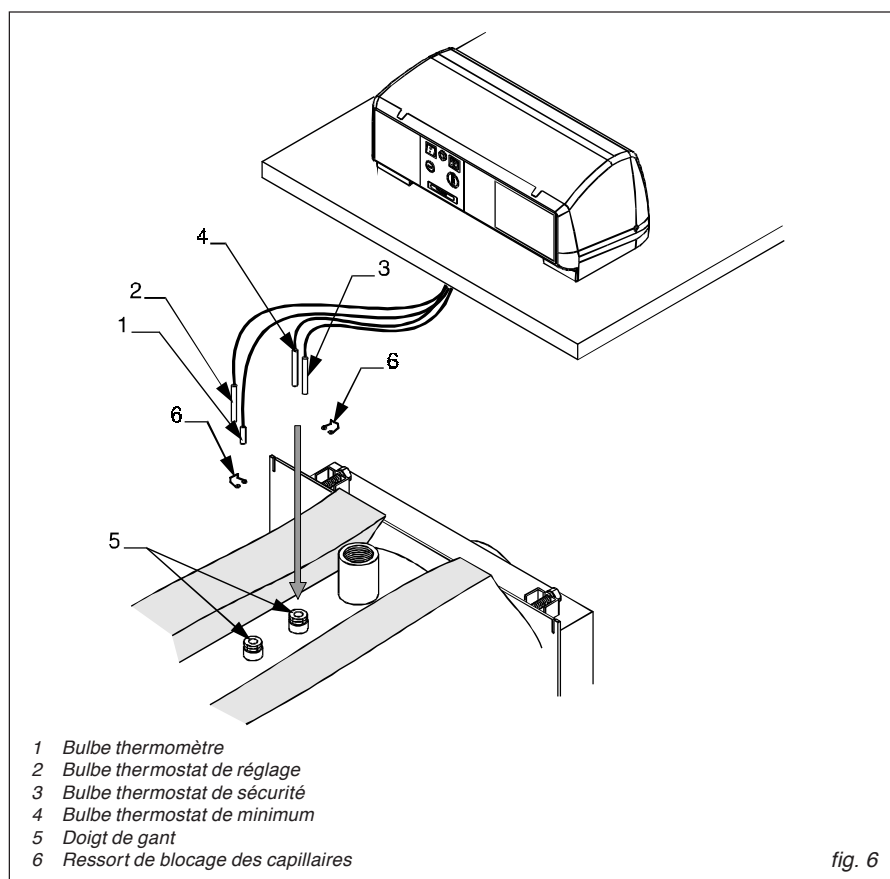

fig. 6
- A) Mettre en place le manteau isolant (pos. 1) autour du corps de chauffe et le fixer au moyen des agrafes élastiques (pos. 2) s'accrochant simplement sur le tissu externe de l'isolant.
- B) Mettre en place les panneaux latéraux (pos. 3 et 4). Les trous percés dans les panneaux latéraux devront se trouver, après montage, sur l'avant de la chaudière (trous avec passe-câble en plastique). La pliure inférieure des panneaux latéraux, devra être insérée dans les profilés en "L" soudés sur la partie inférieure du corps de chauffe de la chaudière.
- C) Soulever vers l'avant le couvercle du tableau de bord, après dévissage des deux vis de blocage latérales avec un tournevis. Fixer le tableau de bord sur le panneau supérieur de la jaquette (pos. 5) en introduisant dans les trous du panneau les câbles électriques de service (alimentation 230V - thermostat d'ambiance, pompes, brûleur, capillaires, etc.) après les avoir passés dans les passe-câbles placés sur les panneaux latéraux; fixer le panneau supérieur sur les deux panneaux latéraux en regroupant les capillaires vers le bas.
- D) Insérer les sondes dans les doigts de gant dans l'ordre indiqué sur la Fig. 6, puis procéder aux raccordements électriques du tableau de bord.
- E) Emboîter le renfort arrière (pos. 6) sur le panneau supérieur.
- F) Fixer la plaque signalétique et l'étiquette avec les normes de ventilation de la chaufferie (pos. 7) sur le panneau latéral, après l'avoir dégraissé dans la partie intéressée.